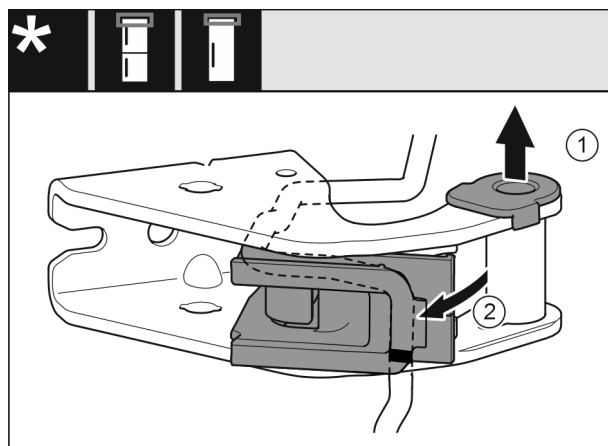

Fig. 17
- ▶ Puzdro ložiska vytiahnite z vedenia. Fig. 17 (1)
- ▶ Držiak kábla vychýl'te. Fig. 17 (2)